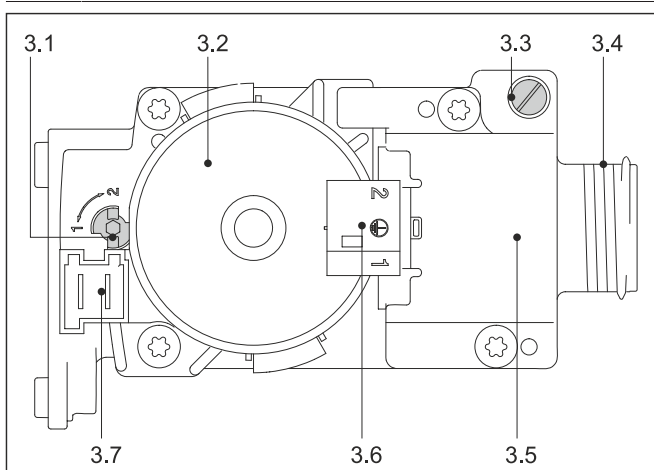

Fig. 4-43 Bloque de seguridad para regulación del gas
- 1 Comparar el tipo de gas disponible con la posición ajustada del tornillo de ajuste del bloque de regulación de gas de seguridad (Fig. 4-43, pos. 3.1).
- 1 Girar **media vuelta en sentido contrario a las agujas del reloj** el tornillo de la **conexión de medición** de la presión del gas de entrada (Fig. 4-43, pos. 3.3).
- 3 Insertar la manguera de medición del manómetro en la conexión de medición de la presión del gas de entrada (Fig. 4-43, pos. 3.3).